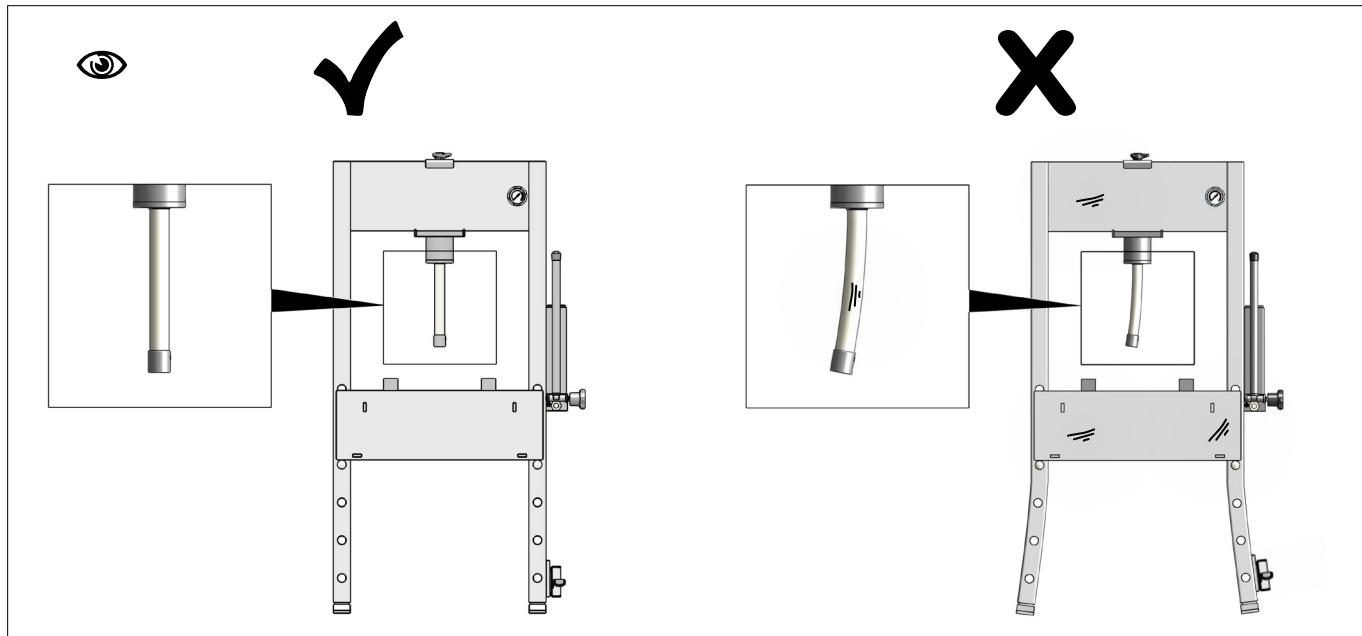

Fig.26
- Skader og unormalt slid (Fig.26)
- Damage, wear and tear (Fig.26)
- Schäden und ungewöhnliche Abnutzung (Fig.26)
- Повреждений и износа (Fig.26)
- Danni e usura (Fig.26)
- Neobvyklých opotřebení a trhlin (Fig.26).
- Dommages et usure (Fig.26)
- Slitage (Fig.26)